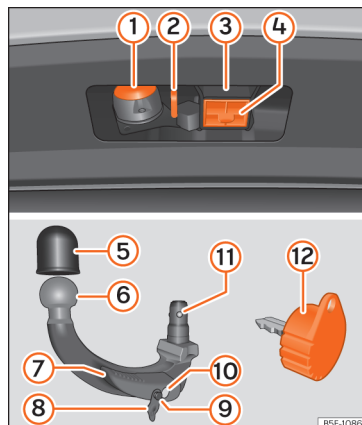

Abb. 263 Halterung der Anhängervorrichtung / Anhängerkupplung / Schlüssel
- Der obere Bereich der Aufnahme der Anhängerkupplung ist mit Schmierfett versehen » Abb. 263 (3). Wenn Sie die Vorrichtung verwenden, stellen Sie sicher, dass das Fett nicht entfernt wurde.
- Den Verschlussdeckel der Hakenaufnahme » Abb. 263 (4) nach unten abnehmen.